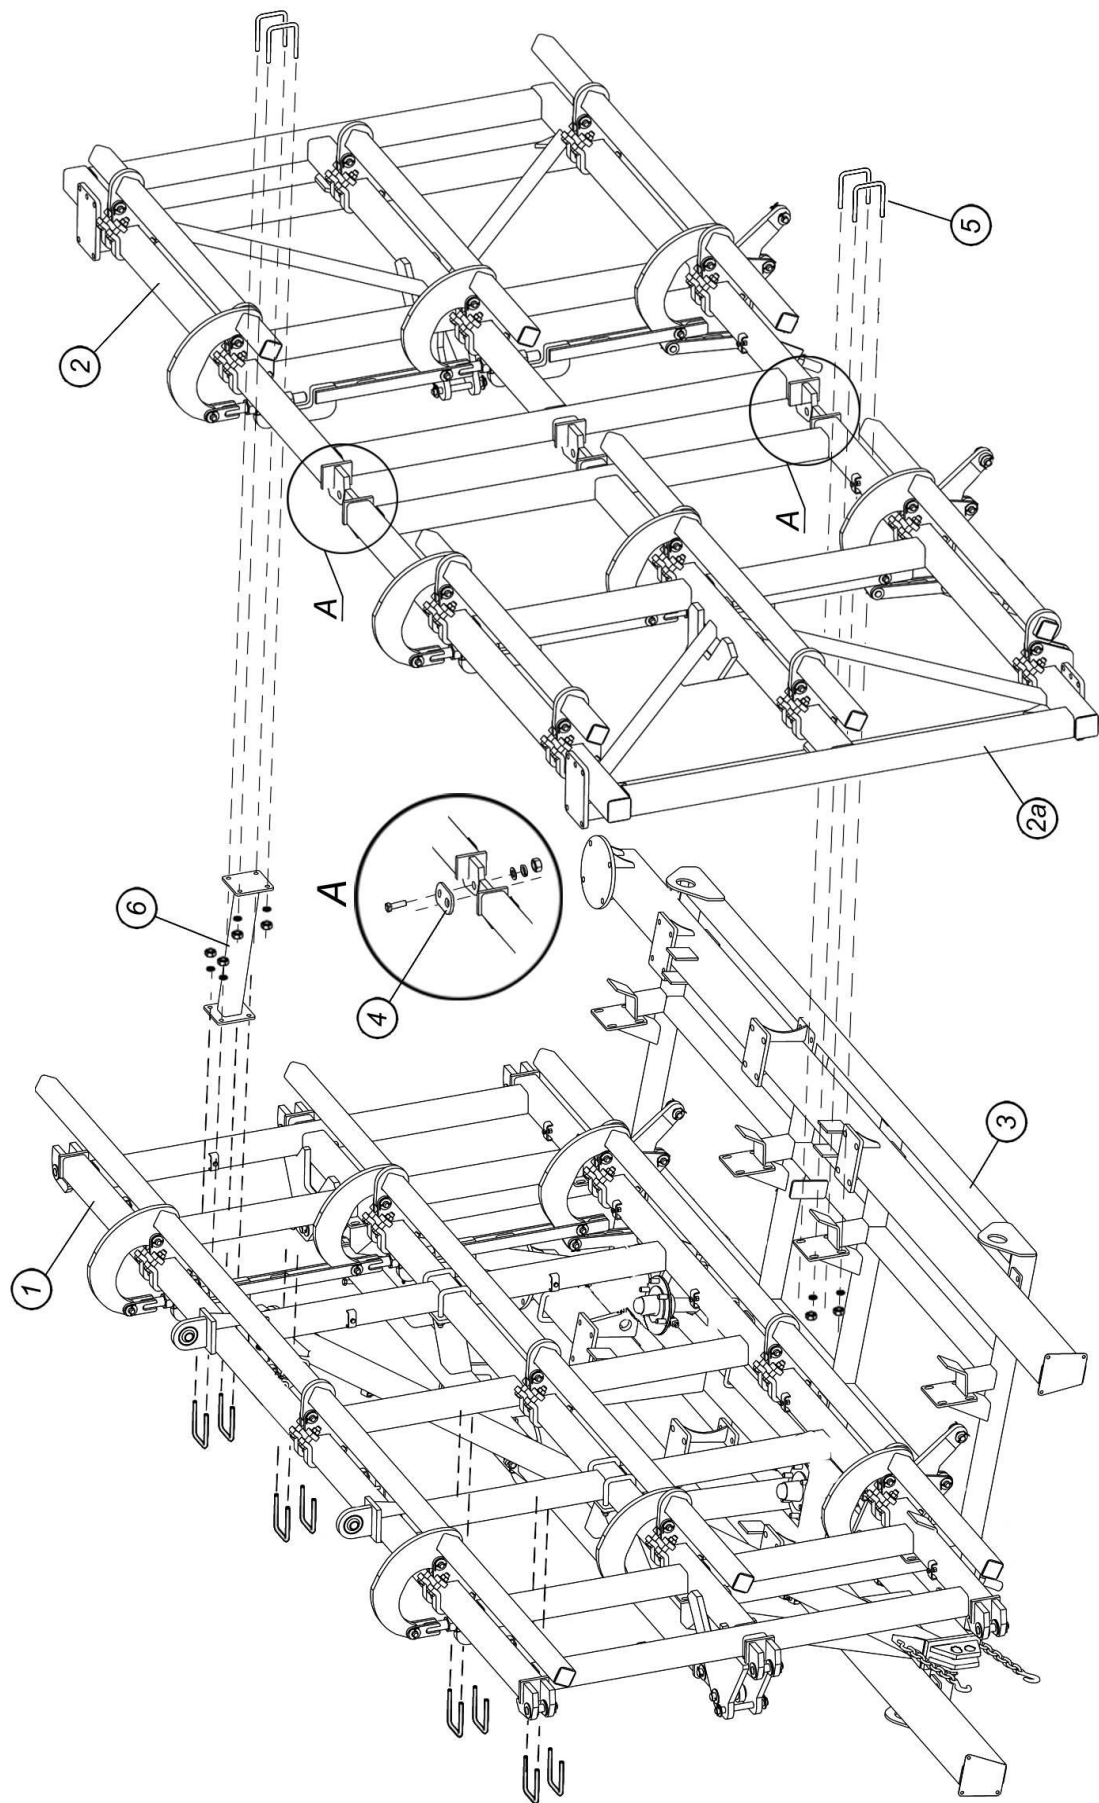

Рис.4.1.2. Снятие крыловых рам
4.1.1. Открутите стяжки 4 – 2 шт. (выноска А, рис.4.1.2), соединяющие правую 2 и левую 2а крыловые рамы. Отсоедините боковые рамы от опоры 3, сняв стремянки 5 – 8 шт. Предварительно застропив боковые рамы, поочередно отсоедините стяжки 6 – 4 шт., соединяющие крыловые рамы с центральной 1 (рис.4.1.2).